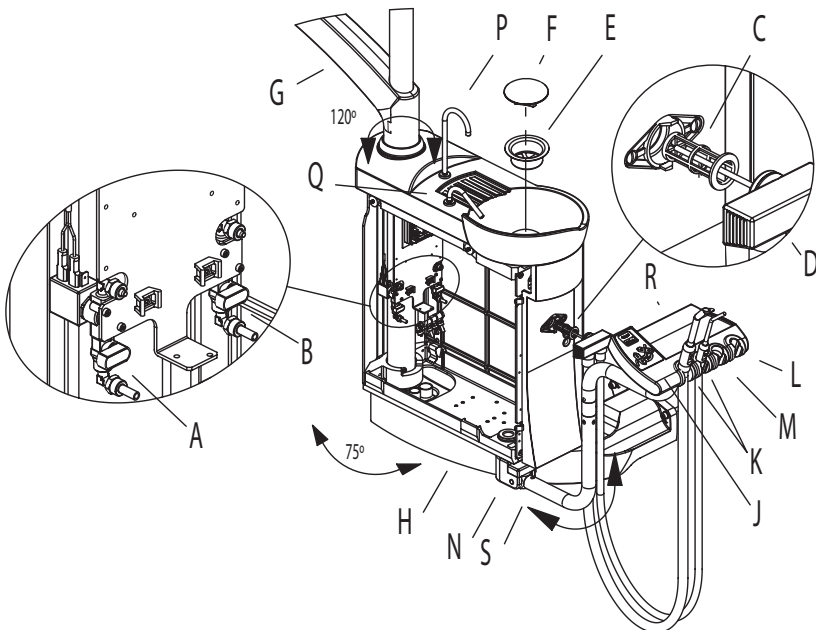

Fig. 8
Comme décrit dans la Fig. 8, le groupe hydrique peut effectuer une rotation d'environ  $75^\circ$  par rapport au bras de support (H), facilitant l'ergonomie du travail quotidien. Le bras de colonne (G) supporte une lampe opératoire et le plateau d'instruments, et possède un angle de rotation de  $120^\circ$ . Sur la partie supérieure se trouve le crachoir en porcelaine, matériau des plus hygiénique. Pour éviter les éclaboussures et le passage de matières solides, il dispose des accessoires (F) et (E) situés dans la cuvette du crachoir.